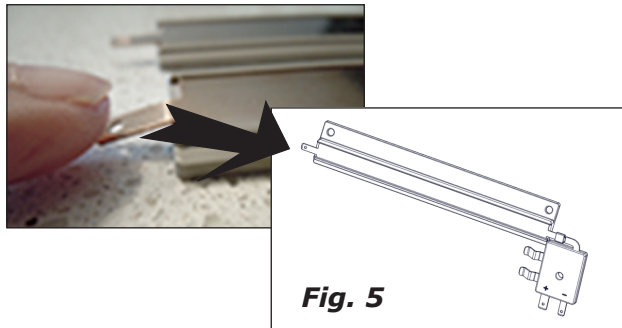

Fig. 5
7. Doble la orejeta de la regleta de desaceleración (en el extremo opuesto del contacto de carga) hacia abajo ligeramente (Fig. 5). ¡No permita que la orejeta toque el riel!